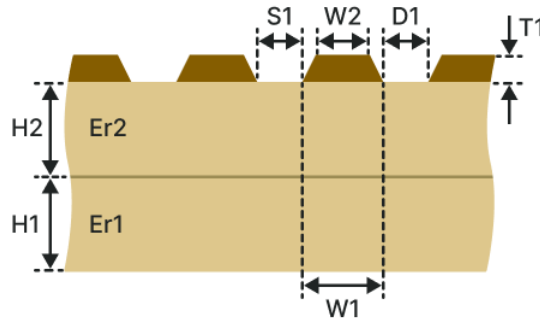

Рис. 177 Копланарная дифференциальная микрополосковая ЛП (КДМ-2Н)
- Копланарная дифференциальная микрополосковая ЛП (КДМ-2Н), см. Рис. 177.